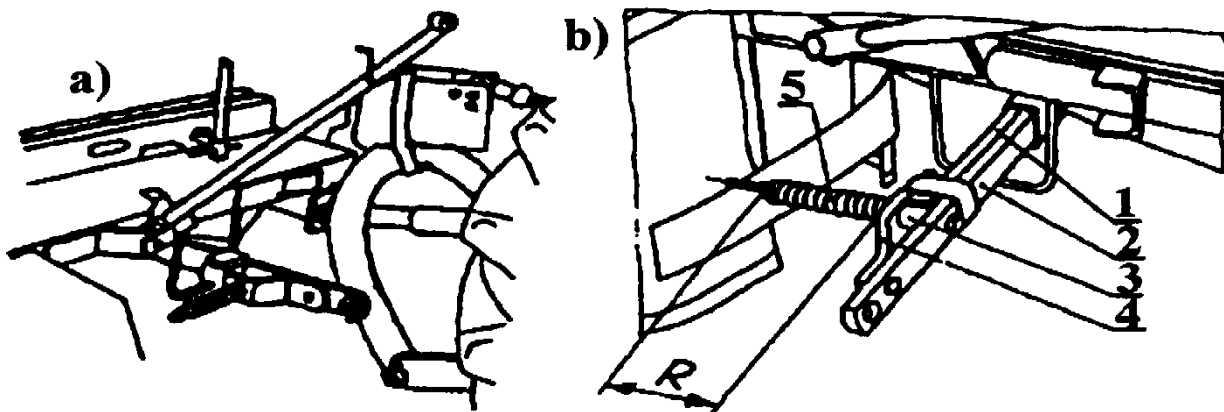
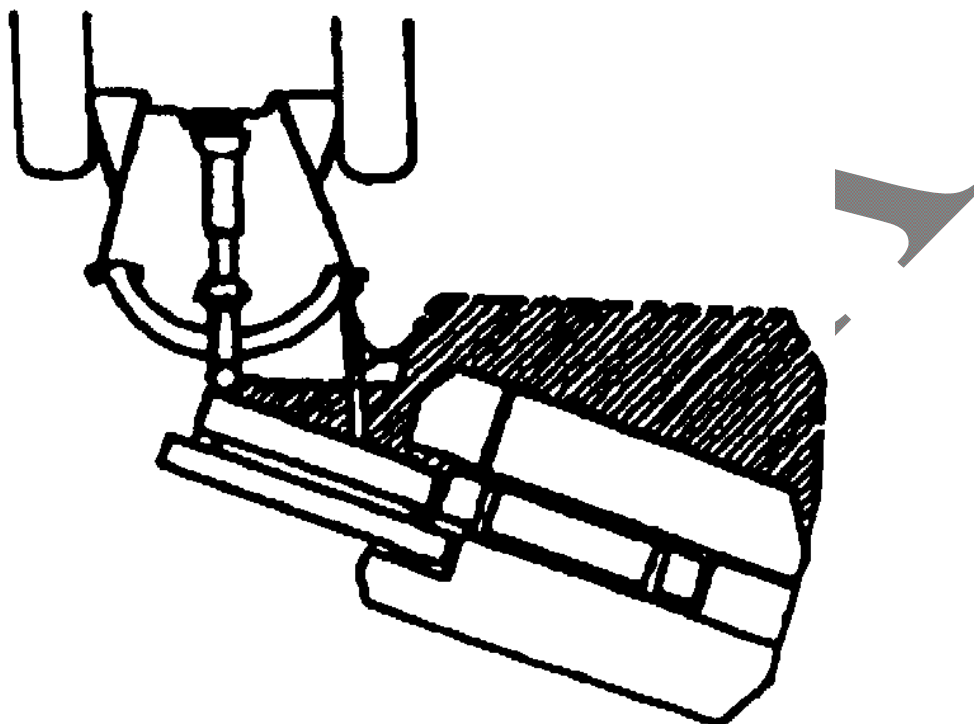

Рис. 5. Предохранитель косилки в положении:
Рис. 6. Отклонение косилки назад после срабатывания предохранителя
- рама навески (7);
- центральная балка (17) вместе с узлом привода;
- главная рама (3);
- барабаны режущего узла (9);
- режущие ножи (10);
- комплект кожухов (кожухи приводного узла (6) и защитного фартука (1));
- предохранитель (Рис. 5).
Предохранитель (Рис. 5) обеспечивает защиту косилки от повреждения при столкновении с препятствием. Изменение момента срабатывания предохранителя производится при помощи прижимной пружины. После срабатывания предохранителя происходит отклонение рабочих узлов назад под углом около 20° (Рис. 6). Это даёт оператору время, чтобы остановить трактор и избежать повреждения машины.